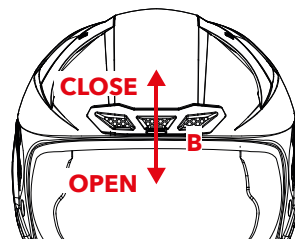

FIGURA 5
TOMA DE AIRE FRONTAL - B - Figura 5
- Figura 5: Deslice hacia arriba el cursor central para cerrar la entrada de aire, deslice hacia abajo para abrirla.